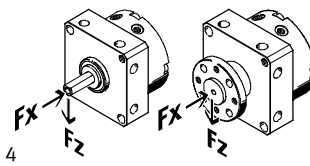

Fig. 4
4. Se till att följande angivelser upprätthålls när arbetslasten sätts fast (Fig. 4):